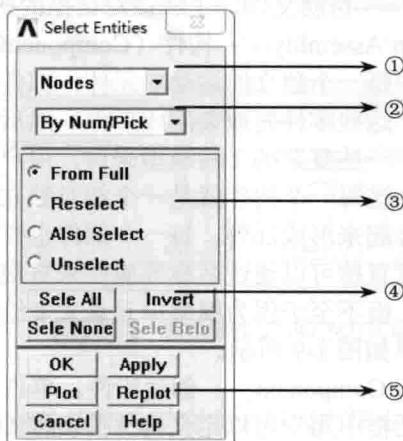

图 1-8 模型选择设置对话框
a. Entities——此选项是对模型的基本图元进行选择，单击后会弹出如图 1-8 所示对话框。